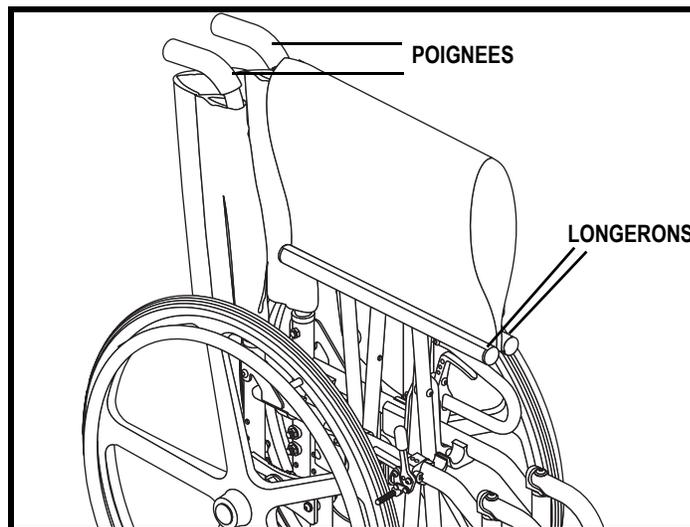

Figure 10. Points de manipulation
3. D'une seule main, attrapez les deux poignées et comprimez-les ensemble. **Voir la figure 10.**